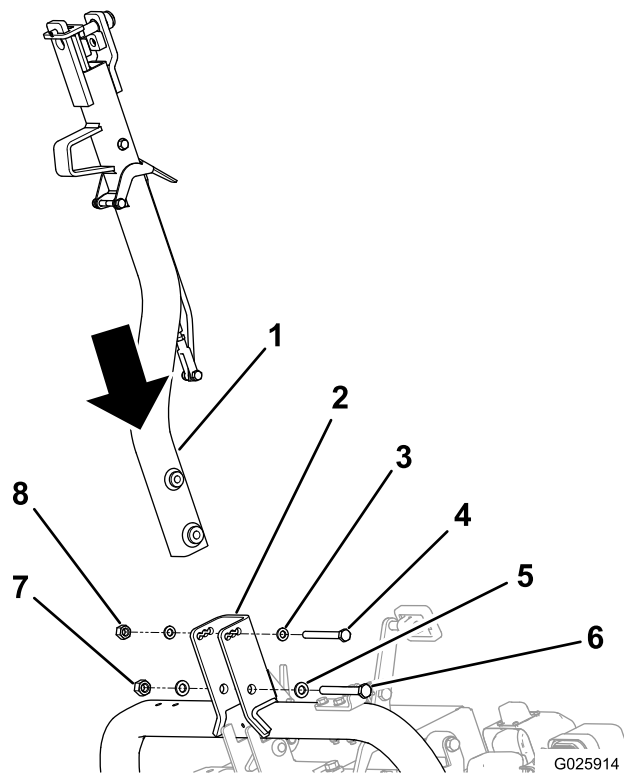

図 4
1. ヒッチを、ヒッチピボットブラケットに接続し、適切に固定する 図4を参照。